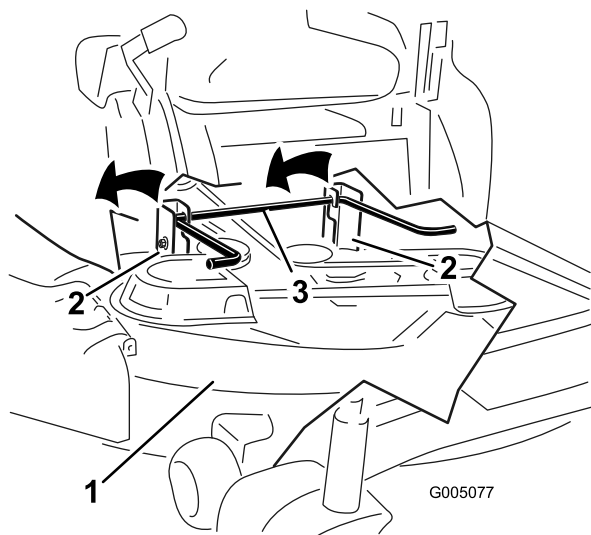

Figura 57
5. Eleve la parte trasera de la carcasa de corte y coloque las pletinas de suspensión sobre la varilla de elevación trasera (Figura 57).
6. Eleve la carcasa de corte y separe ésta y las pletinas de suspensión de la varilla de elevación trasera; luego baje el cortacésped con cuidado al suelo (Figura 57).